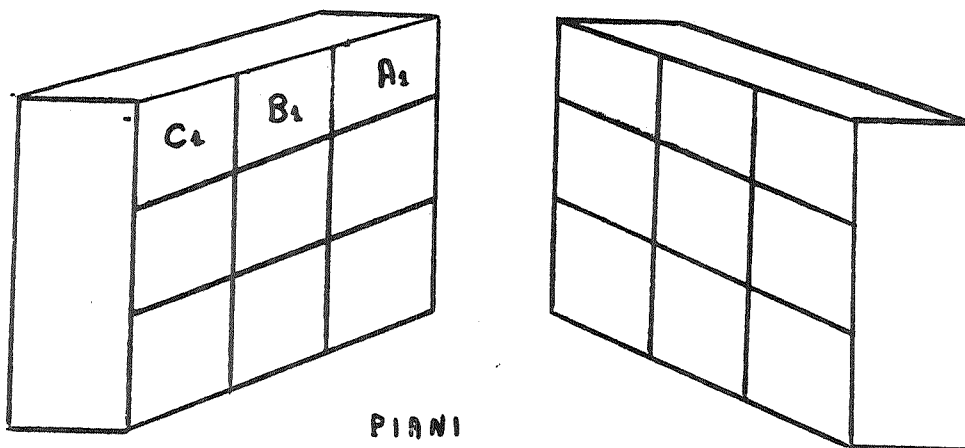

fig.1 - piani contenenti i punti di collegamento del sonde.
- C2   indica la tavola o board su cui si trova il piedino a cui deve essere collegata la sonda. Di solito il board si cerca partendo dalla cerniera alla quale e' fissato il piano e contando A,B,C, da destra a sinistra, ved. fig.1.